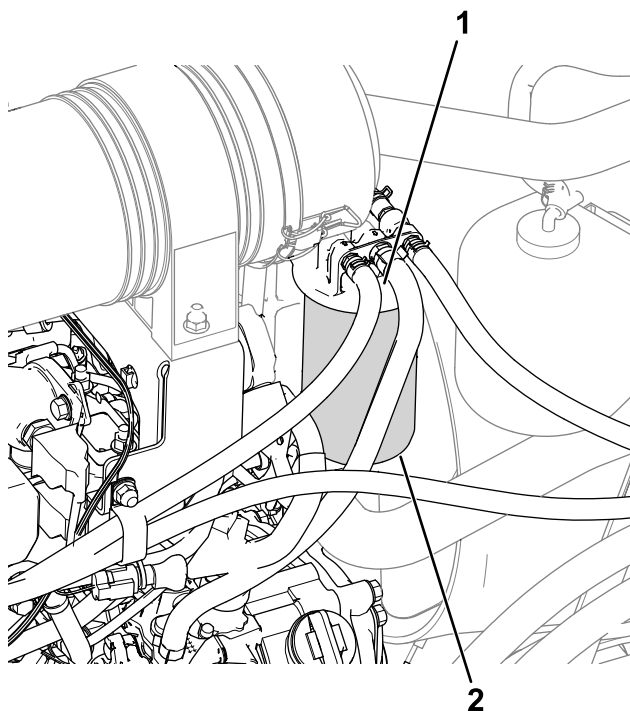

図 55
1. 燃料フィルタのヘッドの周囲をきれいに拭く 図 55。
2. フィルタを外してフィルタヘッドの取り付け部をきれいに拭く 図 55。